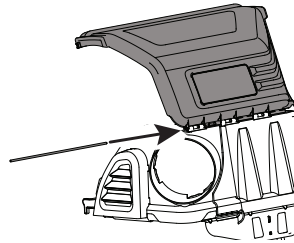

Figure 11
6. Faites aligner les encoches du couvercle supérieur du bac récupérateur avec les encoches à l'avant du support de la goulotte supérieure. Insérez la tige de charnière dans les fentes du côté droit du support de la goulotte supérieure. Voir Figure 11. Poussez la tige de charnière jusqu'au bout.